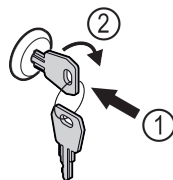

Fig. 196 Ilustrační zobrazení
- Klíč zasuňte dovnitř Fig. 196 (1).
- Otáčejte klíčem o 90° ve směru hodinových ručiček Fig. 196 (2).